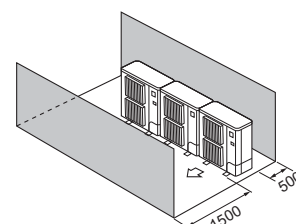

Fig. 3-14
- ④ Kun forhindringer foran og bagved (Fig. 3-14)